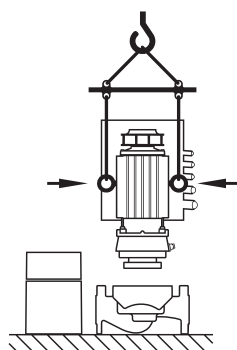

Fig. 25: Transportul ansamblului motor cu rotor hidraulic
- Dacă ochetii de transport sunt sau au fost mutați de pe flanșa motorului și au fost montați pe carcasa motorului, aceștia sunt acceptați numai pentru purtarea sau transportul ansamblului motor cu rotor hidraulic (Fig.25), însă nu și pentru transportul întregii pompei sau pentru separarea ansamblului motor cu rotor hidraulic de carcasa pompei (atenție la demontarea prealabilă și montarea ulterioară a distanțierelor).